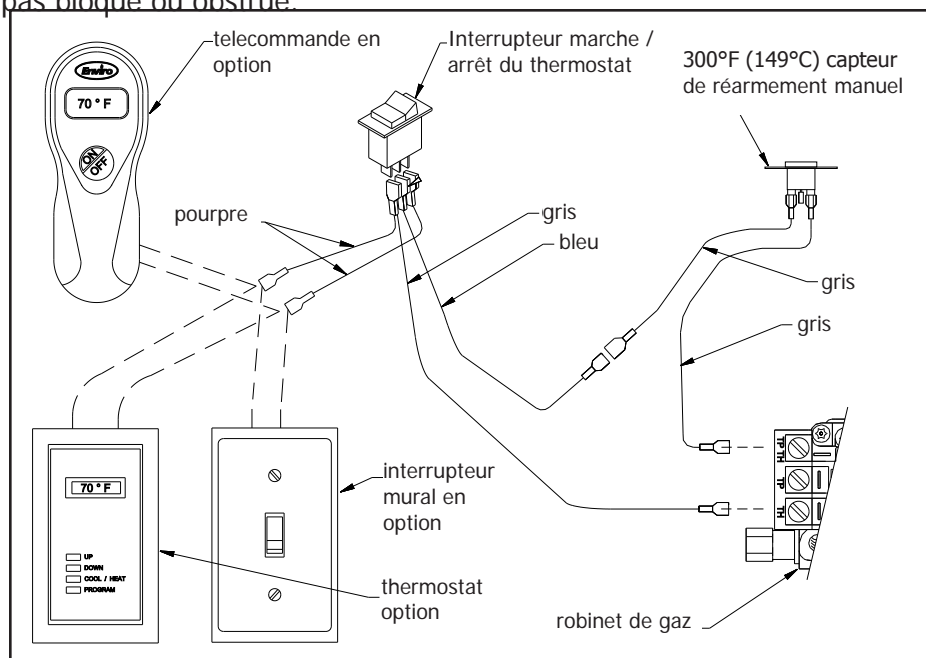

Figure 45: schéma de câblage
3. Être attention à ne pas exécuter ne importe quel câblage serré sur des bords métalliques; les connecter à la valve et l'interrupteur "ON / OFF" (voir la figure 45).
Les connexions de cheminées sont étiquetés Figure 45. Lors de l'installation de la hotte à air
adaptateur sur une cheminée équipée d'un interrupteur mural en option ou d'un thermostat en option, retirez un fil de l'interrupteur à la vanne de gaz et connecter le conducteur hotte à air adaptateur comme indiqué sur la Figure 45.
2. Débranchez les fils de l'interrupteur de déversement de la vanne et on / off / fil de l'interrupteur à bascule (voir Figure 45).